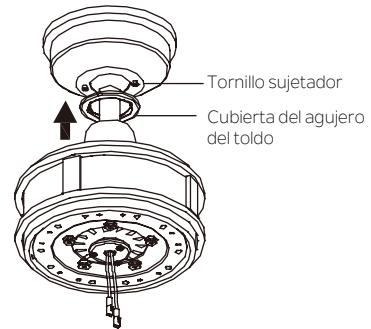

Fig. 18
**Paso 2.** Fijar y apretar con fuerza la cubierta del orificio del dosel sobre los tornillos sujetadores en el soporte de montaje utilizando la función de bloqueo por torsión de la ranura de la llave. (Fig. 18).